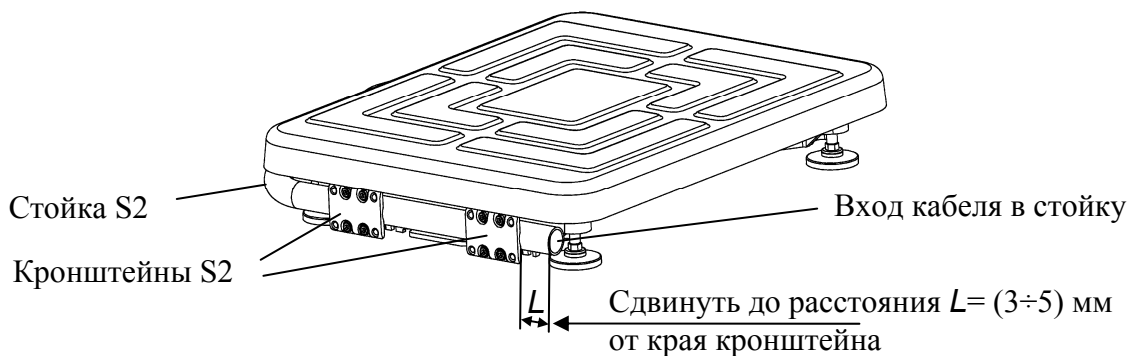

Рисунок 6.2 - Крепление круглой вращающейся стойки к основанию весовой платформы ТВ-S_A
- в основании весов сдвинуть стойку в направлении указанном стрелкой (рисунок 6.2), обеспечив расстояние $L = (3 \div 5)$ мм от ее края до края кронштейна;
- излишек кабеля на входе в стойку (рисунок 6.2) заправить внутрь стойки.